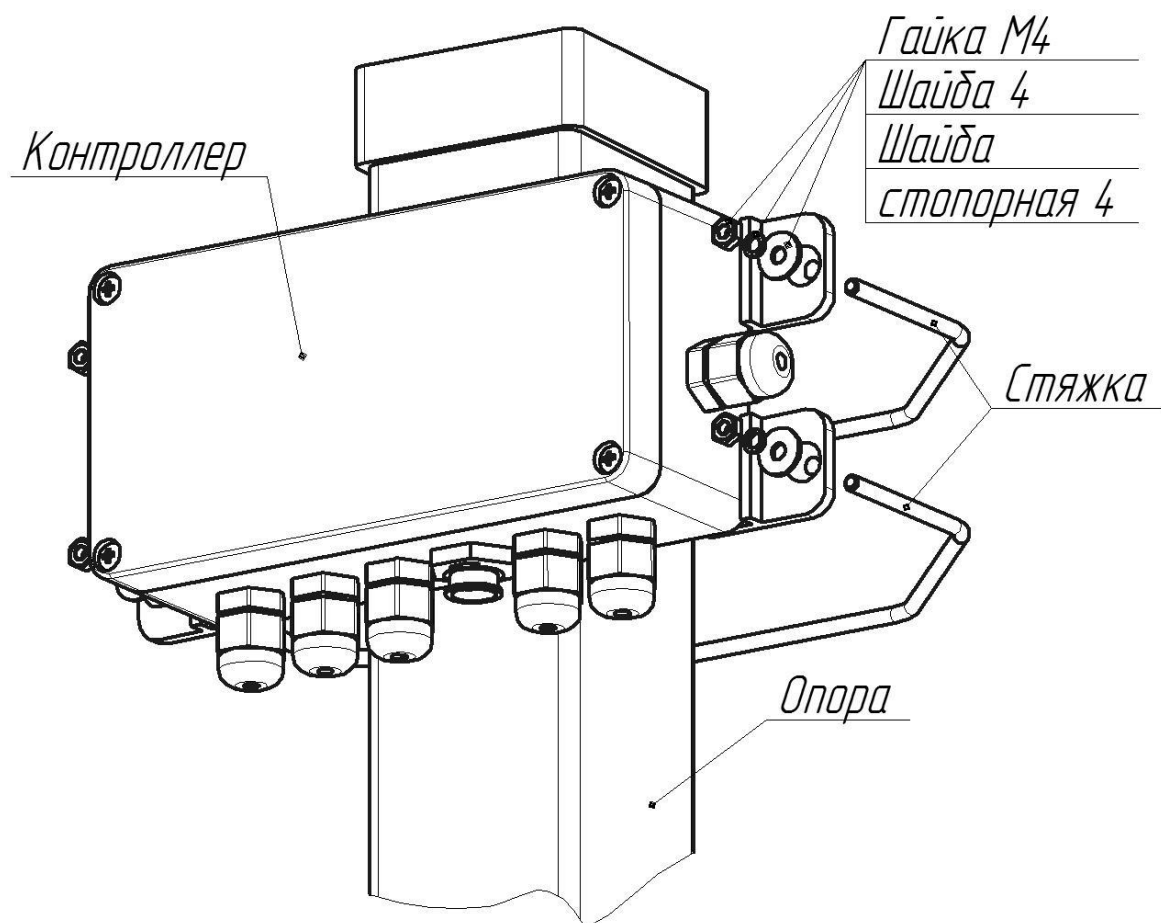

Рисунок 1 – Блок контроллера на опоре КМЧ-Д
1.32 Для сброса к заводским установкам (стирание ранее записанных ключей доступа из памяти контроллера, восстановление заводской установки пароля для изменения настроек контроллера) необходимо отключить питание контроллера, замкнуть проводником (или металлическим пинцетом) контакты сброса к заводским установкам (см. рисунок 1), после чего подать питание на контроллер на время не менее 15 с, после чего отключить питание контроллера и разомкнуть контакты сброса к заводским установкам. После этой процедуры установки контроллера вернутся в состояние в соответствии с п.1.28.